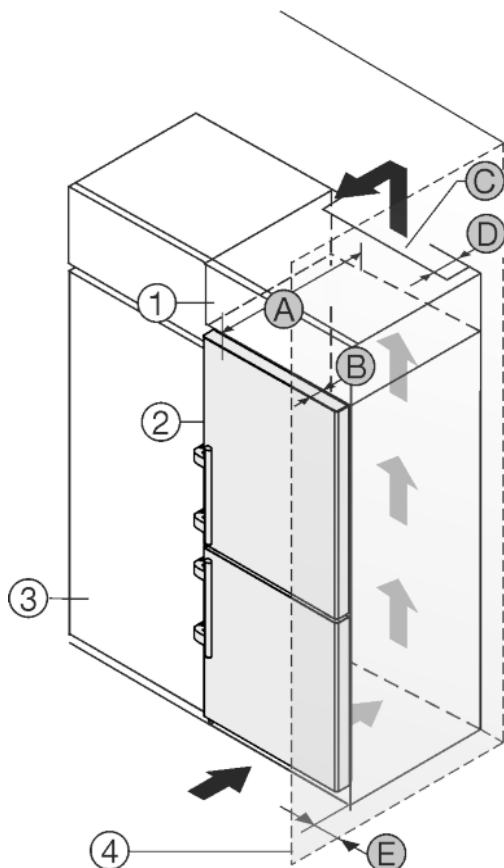

Fig. 27
A készüléket körbe lehet építeni konyhaszekrényekkel. Rá lehet szerelni egy rátétszekrényt Fig. 27 (1), hogy a készüléket Fig. 27 (2) a konyhabútorok magasságához igazítsa.
A készüléket közvetlenül a konyhaszekrény Fig. 27 (3) mellett is felállíthatja. Ahhoz, hogy az ajtókat teljesen ki tudja nyitni, a készüléknek a konyhaszekrény elülső oldalához képest legalább a mélységnek Fig. 27 (B) megfelelően ki kell állnia. A konyhaszekrények mélységétől és a fali távolságtartók használatától függően a készülék nagyobb mértékben is kiállhat.
- A rátétszekrény hátoldalán egy mélységű Fig. 27 (D) szellőző aknát kell a rátétszekrény teljes szélességében kialakítani.
- A mennyezett alatt be kell tartani a szellőző keresztmetszetet Fig. 27 (C).
Mikor a készüléket a csuklópántokkal egy fal Fig. 27 (4) mellett állítja fel, akkor a készülék és a fal közti távolságot Fig. 27 (E) be kell tartani. Ez nyitott ajtó esetén megfelel a fogantyú túlnyúlásának.